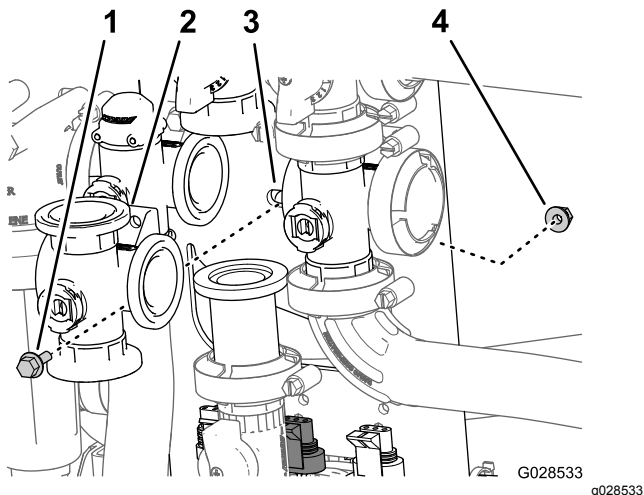

Figura 91
2. Retire o parafuso de cabeça flangeada e a porca flangeada que prendem a válvula de agitação à montagem da válvula e retire o coletor da válvula da máquina (Figura 91).